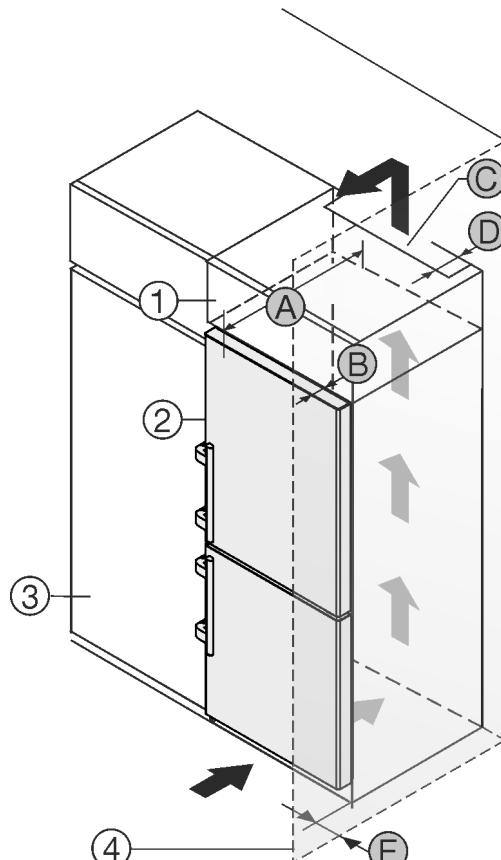

Fig. 2
- (A) Adâncime aparat***
Puteți amplasa aparatul direct lângă dulapul de bucătărie Fig. 2 (3).*
În partea din spate a dulapului suspendat trebuie să existe o fântă de aerisire cu grosimea Fig. 2 (D) pe toată lățimea dulapului suspendat.*
Sub tavanul încăperii trebuie să fie respectată secțiunea de ventilație Fig. 2 (C).*
Atunci când montați aparatul cu balamalele lângă un perete Fig. 2 (4), distanța dintre aparat și perete trebuie să fie de minim 57 mm. Această valoare corespunde proeminenței mânerului cu ușa deschisă.*
Astfel încât să puteți deschide complet ușa, aparatul trebuie să fie proeminent cu cel puțin adâncimea ușii Fig. 2 (B) față de suprafața frontală a dulapului de bucătărie. În funcție de adâncimea dulapurilor de bucătărie Fig. 2 (3) și utilizarea distanțierelor de perete, aparatul poate ieși mai mult în afară.*